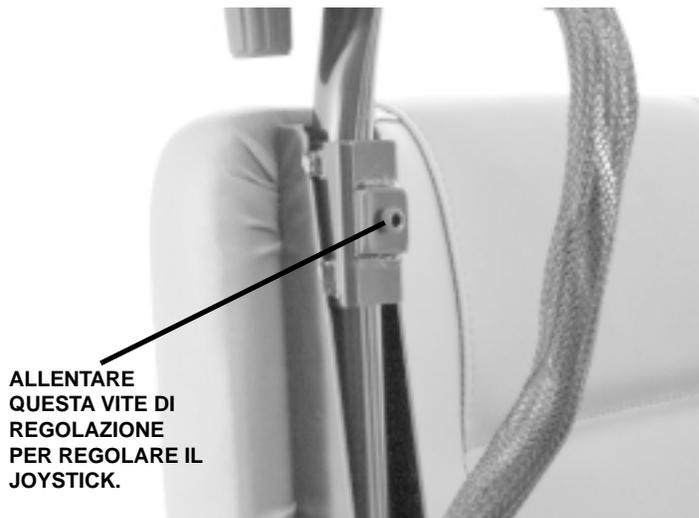

Figura 14. Distanza del joystick/centralina di controllo
1. Utilizzare una chiave esagonale da 5 mm per allentare la vite di regolazione. Si veda figura 14.
3. Allentare la vite di regolazione con una chiave esagonale da 5 mm. Si veda figura 14.